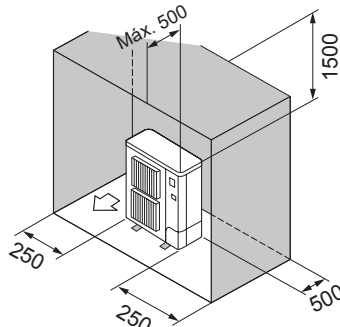

Fig. 2-12
- ⑥ Obstáculos sólo en la parte trasera, los laterales y superior (Fig. 2-12)